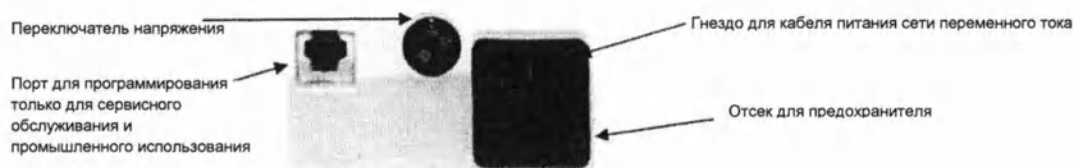

Рисунок 2 – Устройство вид сзади
1. Достаньте консоль из упаковки и убедитесь в том, что переключатель напряжения установлен на соответствующее напряжение сети. Используйте положение 115 В для электросетей 110-120 В 60 Гц, а положение 230 В для сетей 220-250 В 50 Гц. Перед заменой предохранителей или регулировкой переключателя напряжения всегда следует отключать устройство от сети. Чтобы поменять напряжение, воспользуйтесь плоской отверткой, чтобы повернуть переключатель напряжения, расположенный на задней части консоли, на соответствующее напряжение электросети. Для смены напряжения, поменяйте предохранитель согласно напряжению электросети (см. Характеристики). Поменяйте на плавкий предохранитель 0,3 А, 230/250В (0,6 А для 115 В). Для замены, нажмите на черный пластиковый зажим предохранительного блока, достаньте предохранитель и замените его на предохранитель соответствующий напряжению электросети. См. Рис. 2